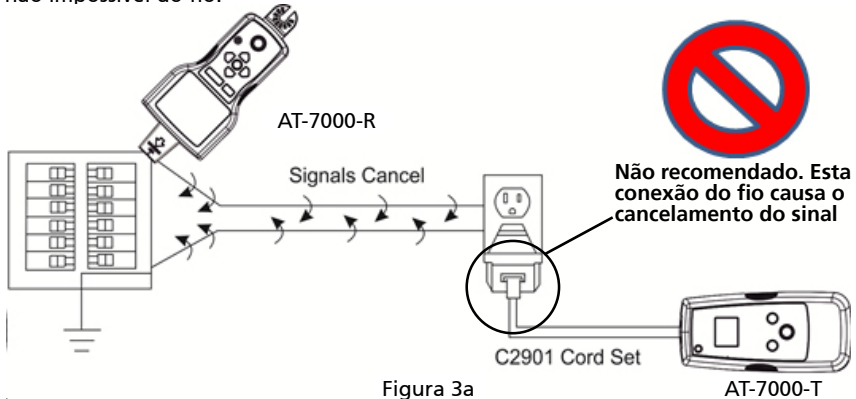

Figura 3a
2. Conecte o cabo vermelho ao fio energizado ativo (no lado da carga do sistema). O sinal SÓ vai ser transmitido entre a saída a que o transmissor está ligado e a fonte de alimentação (consulte a Figura 3a).